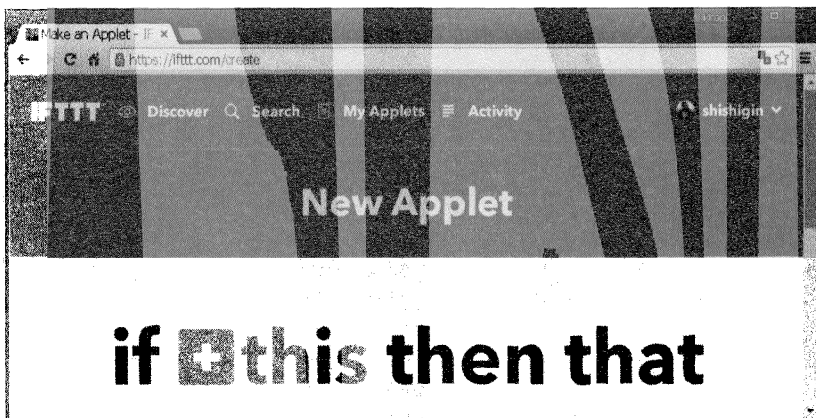
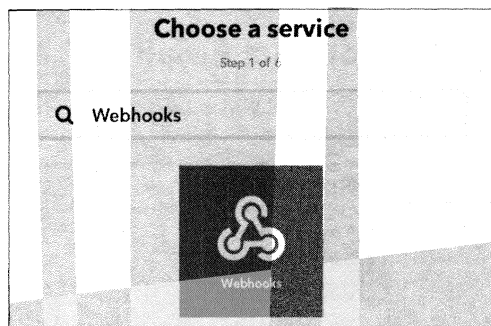

Рис. 7.9. Окно создания нового апплета
Рис. 7.10. Выберите сервис **Webhooks**
4. В открывшемся окне создания нового апплета (рис. 7.9) щелкните мышью на фрагменте **+this** и выберите сервис **Webhooks** (рис. 7.10).